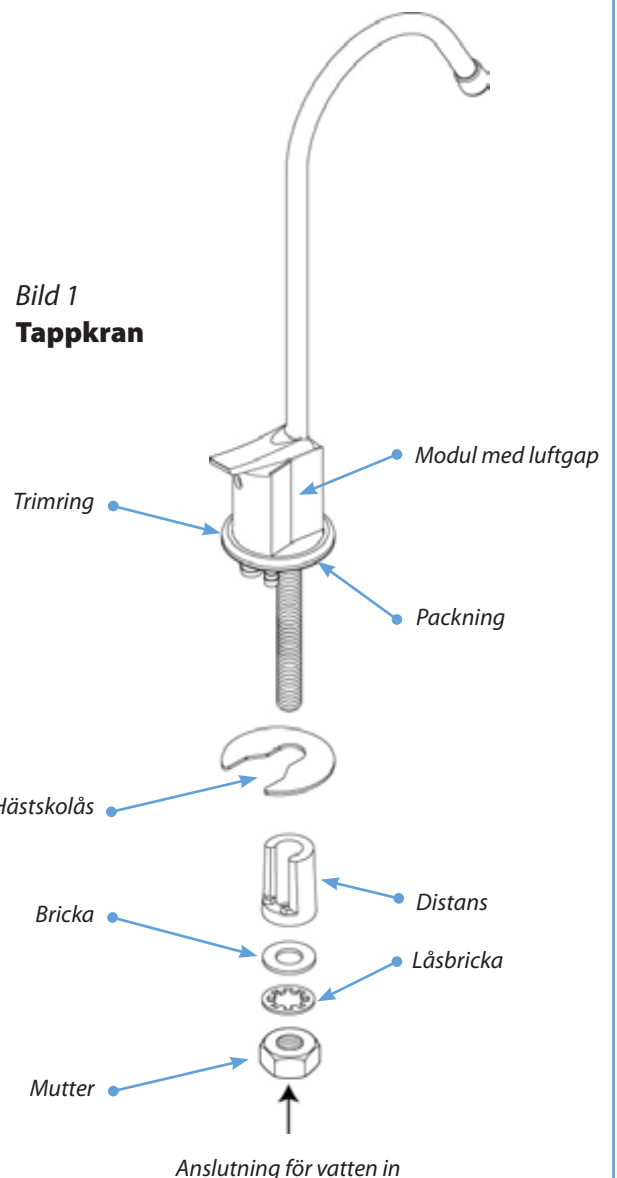

Bild 2
4. Spolvattnet ska anslutas till avloppsledningen så att det inte kan uppstå mottryck eller att vatten kan sugas in i anläggningen om det blir vakuum. Se de två installationsskisserna (*bild 2 och 3*). Den svarta slangen dras från den svarta vinkeln med triangel som markering till uttaget i botten på luftgattillsatsen under tappkranen. Från samma tillsats dras den röda slangen till den medföljande dräneringskopplingen. Den översta ljusblå vinkeln är blockerad och används inte.